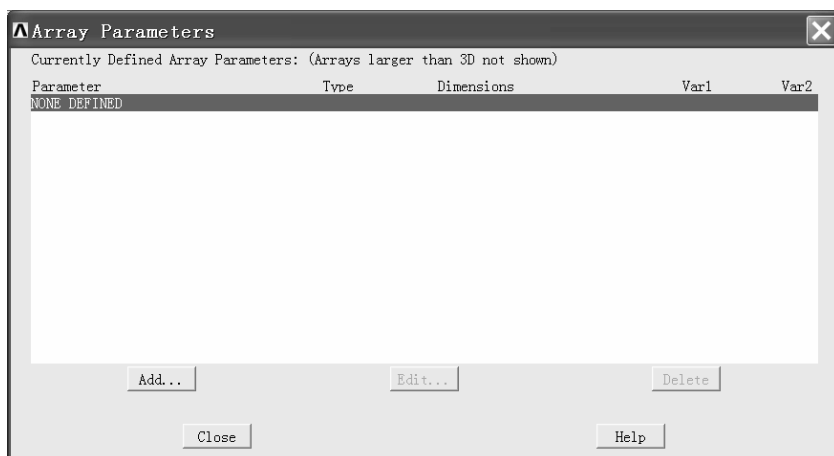

图 6-21 “Array Parameters”窗口
(1) 依次选择 Utility Menu>Parameters>Array Parameters>Define/Edit..., 弹出“Array Parameters”窗口（见图 6-21）。